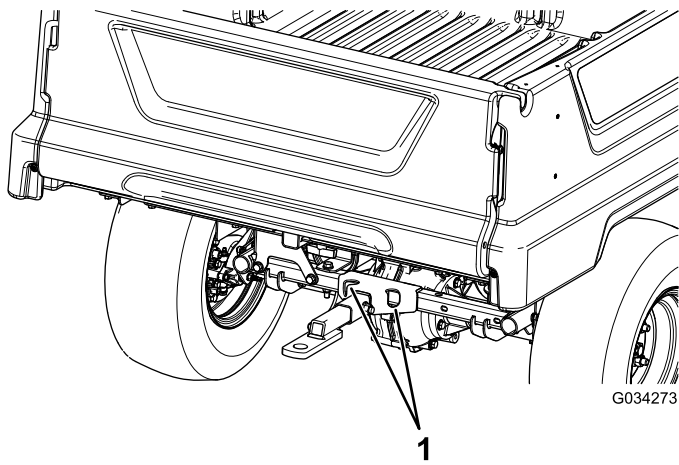

**Figura 21**
Consulte en Figura 21 y Figura 22 la ubicación de los puntos de amarre de la máquina.
2. Conecte un cable de remolque al punto de remolque, en la parte delantera del bastidor de la máquina (Figura 21).